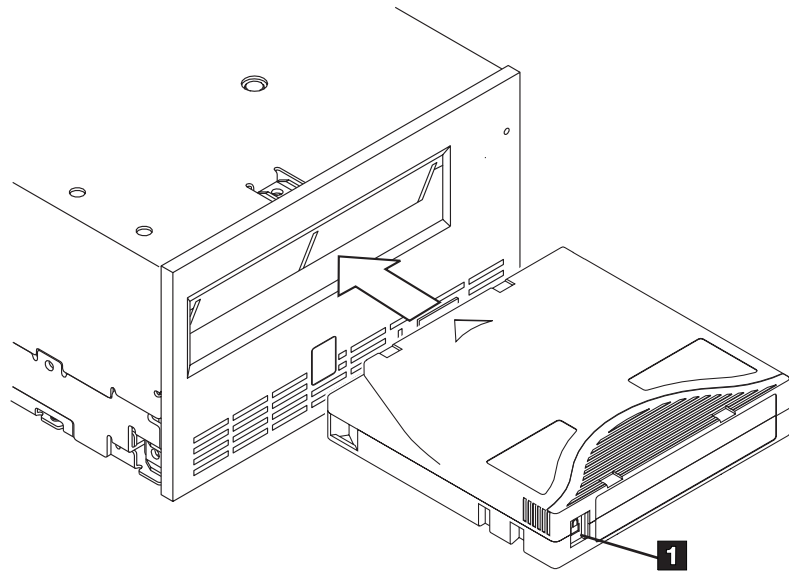

Figure 12. Insertion d'une cartouche dans l'unité.
3. Saisissez la cartouche de sorte que le taquet de protection soit positionné face à vous (numéro **1** de la figure 12 à la page 25).
Nettoyez la tête de l'unité de bande chaque fois que la lettre **C** s'affiche sur l'écran des codes d'erreur et que le voyant d'état s'allume en orange et clignote. Pour nettoyer la tête de l'unité, insérez la cartouche de nettoyage dans le compartiment de chargement de la bande (reportez-vous à la figure 12). Le nettoyage s'effectue automatiquement. Lorsqu'il est terminé, l'unité de bande éjecte la cartouche.
C'est l'unité elle-même qui détermine quand la tête doit être nettoyée. Elle vous en informe en affichant la lettre **C** sur l'écran des codes d'erreur et en faisant clignoter en orange le voyant d'état. Pour nettoyer la tête de l'unité, insérez la cartouche de nettoyage dans le compartiment de chargement de la bande (reportez-vous à la figure 12 à la page 25). Le nettoyage s'effectue automatiquement. Lorsqu'il est terminé, l'unité de bande éjecte la cartouche.